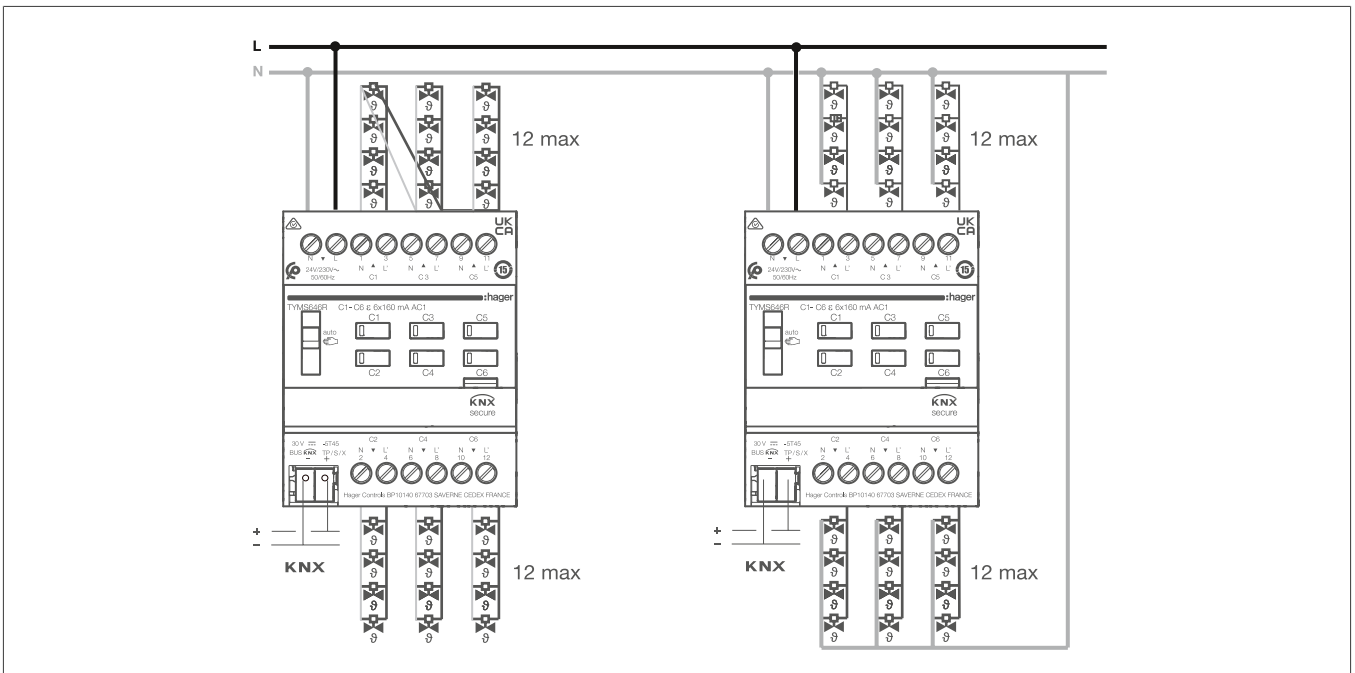

Fig. 4: Schema di collegamento per elettrovalvole con alimentazione a 230 V~
- 1 Collegare le elettrovalvole a 230 V AC al dispositivo o secondo lo schema di collegamento. \(Bild 4: Schema di collegamento per elettrovalvole con alimentazione a 230 V~\).